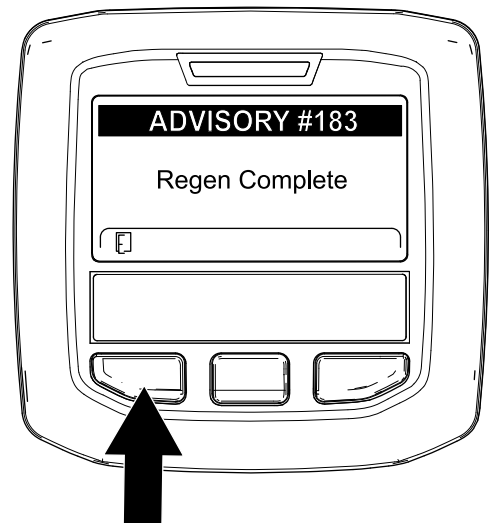

Figura 63
- Nota:** Se a regeneração não for concluída, o InfoCenter apresenta o Aviso N.º 184 (Figura 63). Prima o botão esquerdo para sair para o ecrã inicial.
- Quando o computador do motor conclui uma regeneração em estacionamento ou de recuperação, o InfoCenter apresenta o AVISO N.º 183 (Figura 63). Prima o botão esquerdo para sair para o ecrã inicial.